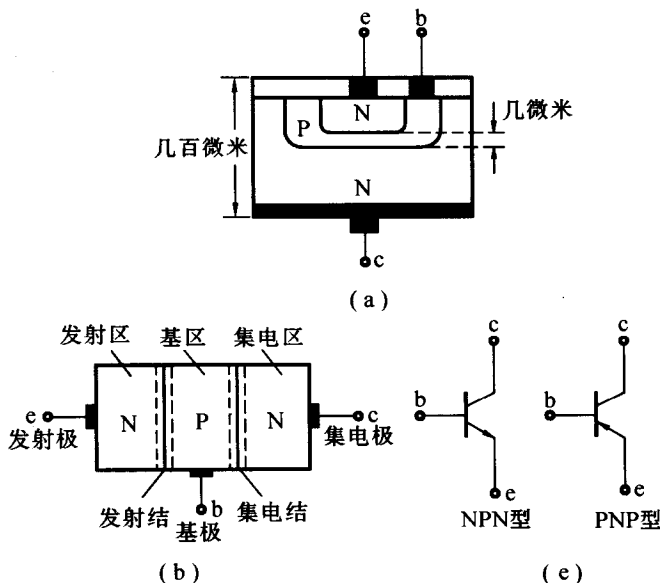

图 1-5 晶体管的结构和符号
3. 结构和符号如图 1-5 所示,以后以 NPN 为例进行分析。